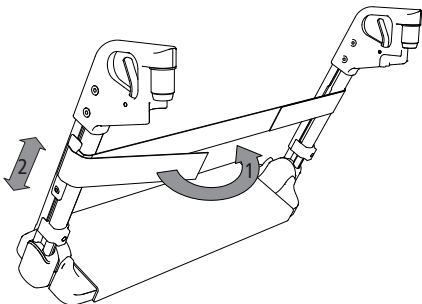

Abb. 9
1. Fädeln Sie das Wadenband an der Außenseite der Beinstützen durch die Kunststoffaufnahme (1, Abb. 9).
2. Lösen Sie die Innensechskantschraube an den Kunststoffaufnahmen. Nun können Sie das Wadenband in die gewünschte Höhe bringen (2, Abb. 9).